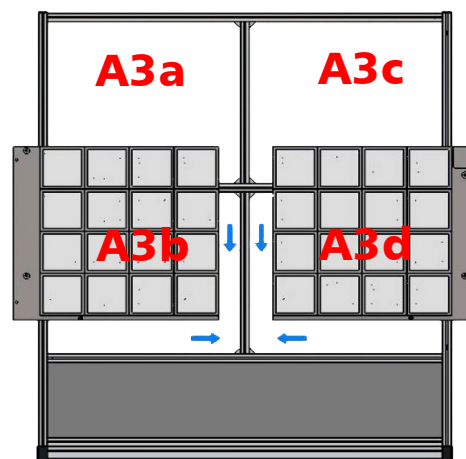

Abb. 3.1-30
Schritt ② Die Tastmodule **A3a bis A3d** sind gekennzeichnet mit unten rechts (UR), unten links (UL), oben rechts (OR) und oben links (OL). Die beiden unteren Tastmodule werden mit den an der Rückseite befindlichen Profilblechen in die Konstruktion eingehangen und zur Mitte geschoben (**Abb. 3.1-30**). Die Modulplatten werden mit je zwei der mitgelieferten Zylinderschrauben **M8x30** und den Unterlegscheiben in den T-Nutensteinen fixiert.